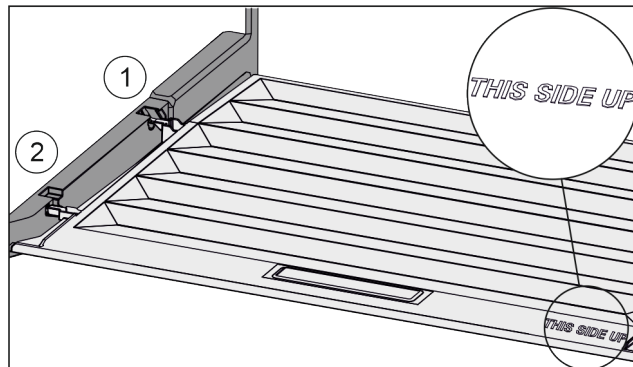

Fig. 148
- ▶ Пъхнете шийките на капака през отвора в задния държач Fig. 148 (1) и фиксирайте отпред в държача Fig. 148 (2).